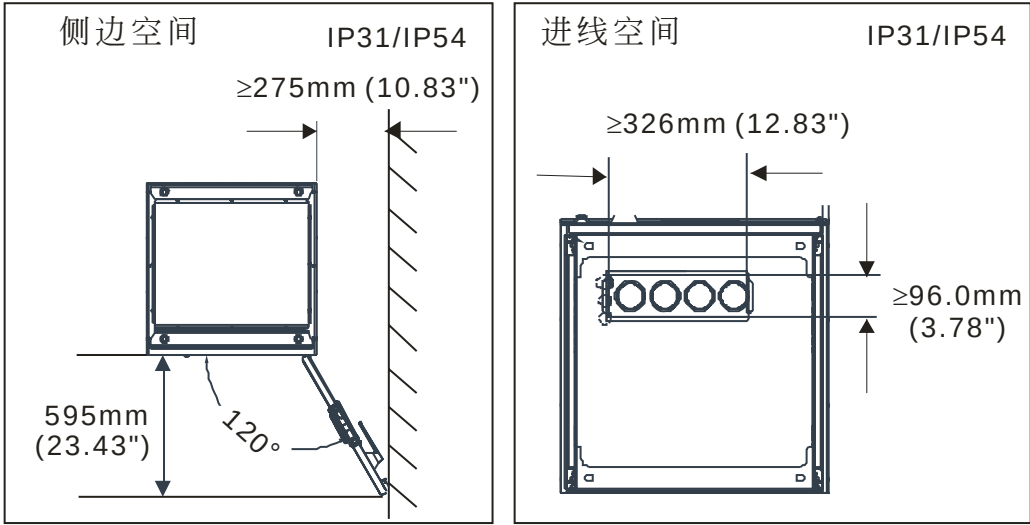
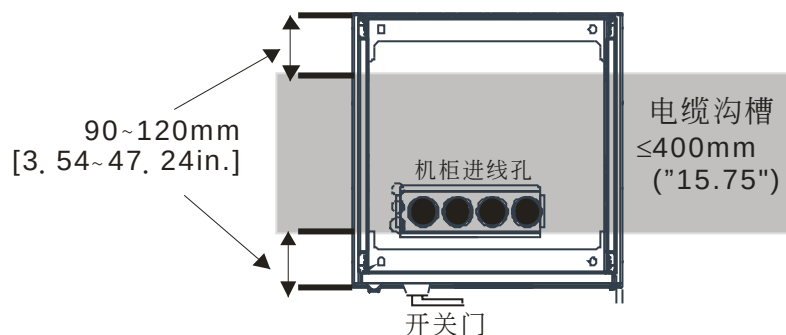

图 2-1b
图 2-2
4. 进线空间: 当使用环境采用电缆沟槽时(如图 2-1b), 需留意机柜的安装位置。『机柜进线孔』必须处在『电缆沟槽』上方, 且距离不得超过 400mm[15.75in.], 如图 2-2 所示。
- (A) 机柜摆放位置要预留空间以作为支撑机柜体, 预留支撑空间如图 2-2 所示, 请保持在 90~120mm [3.54~4.72in.], 确保机柜安装稳当。